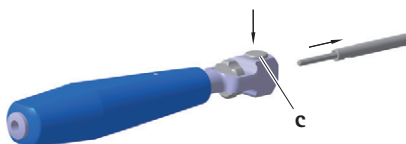

Fig. 2
- Tryck på knapp **c** och ta bort handtag **1**, se Fig. 2.